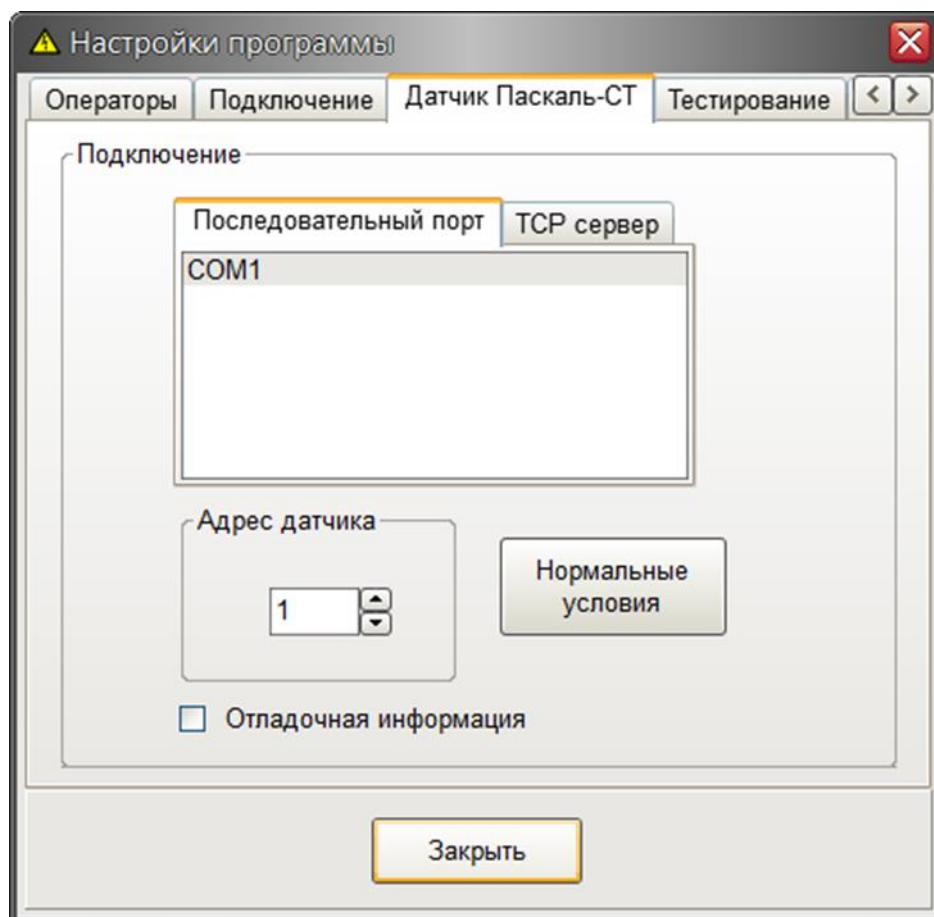

Рисунок 9 – Ввод номера порта для датчика «Паскаль-СТ»
10. На вкладке «Датчик Паскаль СТ» (рисунок 9) указать параметры подключения программы к датчику температуры, влажности и атмосферного давления, входящему в состав стенда: номер COM порта, к которому подключен преобразователь интерфейсов USB-RS485 и адрес датчика «Паскаль-СТ».